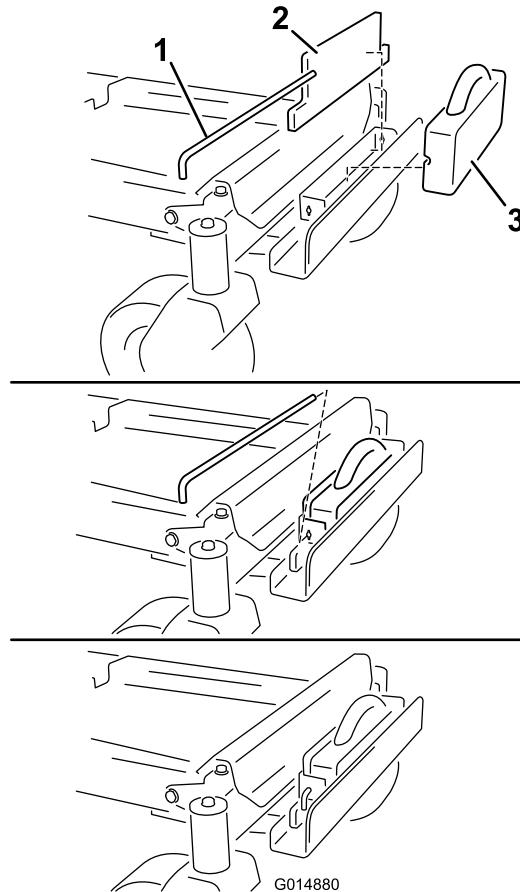

Figure 9
6. Montez une masse plate sur le support de fixation et déplacez-la en arrière au même niveau que le support (Figure 9).
7. Montez une masse à poignée appropriée devant la masse plate (Figure 9).
8. Fixez les masses sur le support avec une barre transversale à détrompeur (Figure 9). Positionnez la barre et tournez-la de 90 degrés vers le bas pour la verrouiller en place.